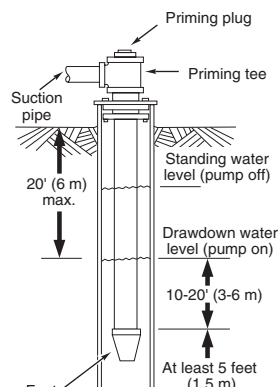

FIGURE 1 – INSTALLATION D'UN Puits TUBÉ OU CREUSÉ
5. Si vous utilisez un clapet de pied, il est recommandé d'utiliser un raccord en T et un bouchon d'amorçage (figure 1).
5. Si un tuyau horizontal plus long doit être utilisé, installez un raccord d'amorçage en T entre le clapet de non-retour et la tête de puits (figure 1). Utilisez la nomenclature 80 ou un tuyau en fer.